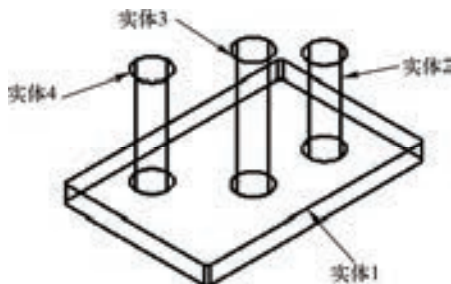

图 9-74 已有的实体模型
1) 打开随书光盘“CH9”文件夹中的“BD_差集运算.dwg”文件。在该文件中存在着的实体模型如图 9-74 所示。